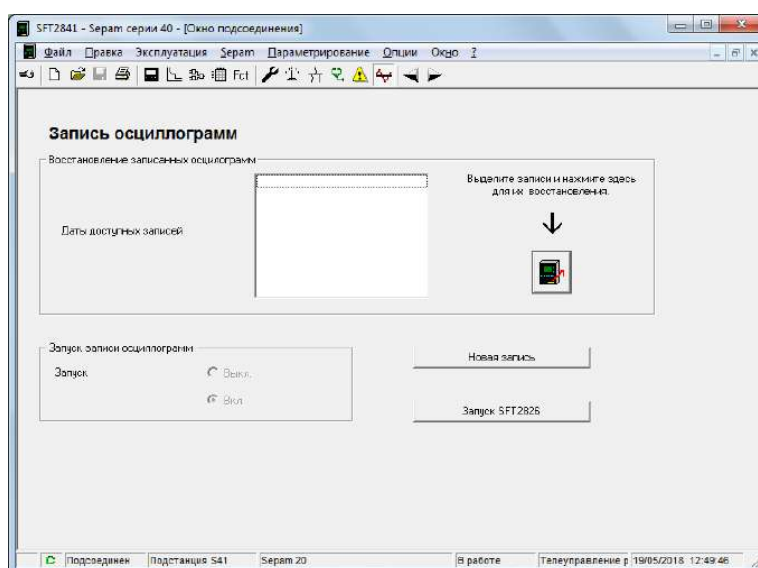

Рисунок 5.17 – Окно «Запись осциллограмм»
16. В окне программы SFT2841 перейти на вкладку «Запись осциллограмм» (рис. 5.17), выбрать из списка осциллограммы возникновения больших токов и нажатием на кнопку по стрелке выгрузить осциллограммы в папку с отчетом по работе.